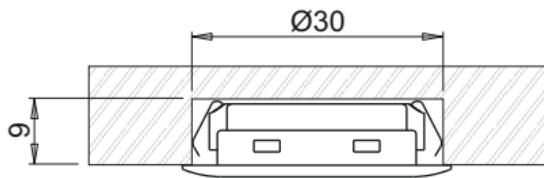

Fig 3
illustrated in figure 3 and, if necessary, bore a  $\phi \geq 9\text{mm}$  exit hole for the power supply cable.
(Abb. 3) machen und ggf. für den Austritt des Anschlusskabel eine Bohrung mit  $\varnothing \geq 9$  mm ausführen.
- Effectuer un trou d'un diamètre de 30mm et d'une profondeur supérieure ou égale à 9mm sur le plan de montage comme indiqué sur la figure 3 et, si besoin, effectuer pour la sortie du câble d'alimentation un trou de  $\varnothing \geq 9\text{mm}$ .